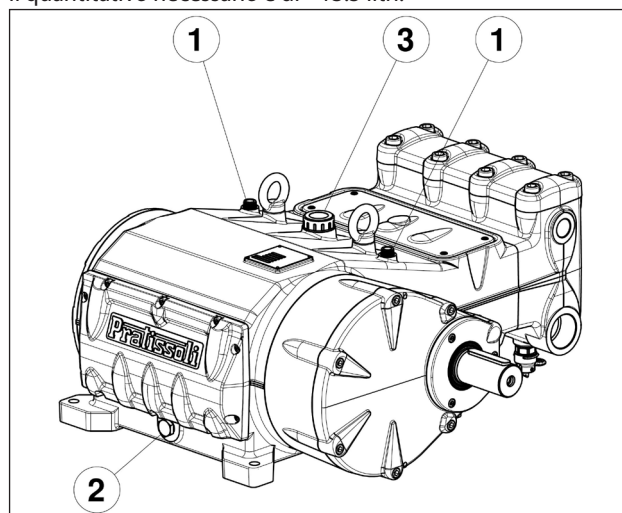

Fig. 3
Controllare il livello dell'olio tramite le apposite aste livello olio dotate di tacche di minimo e massimo ①, Fig. 3.
Se necessario rabboccare dal tappo olio ②, Fig. 3.
Il controllo corretto del livello dell'olio si esegue con la pompa a temperatura ambiente, il cambio dell'olio va eseguito con pompa a temperatura di lavoro rimuovendo il tappo pos. ③, Fig. 3.